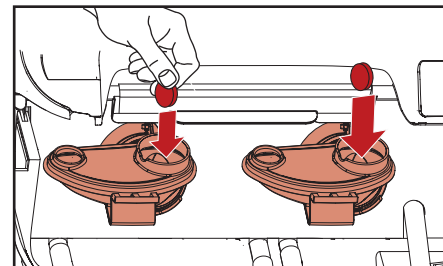

Fig. 5.6 - Legg inn Rinza tabletter
4. Legg to Rinza rengjøring tablett i hver av blandebollene (fig. 5.6).
- h. Legg to Rinza rengjøring tablett i hver av blandebollene (fig. 5.6).